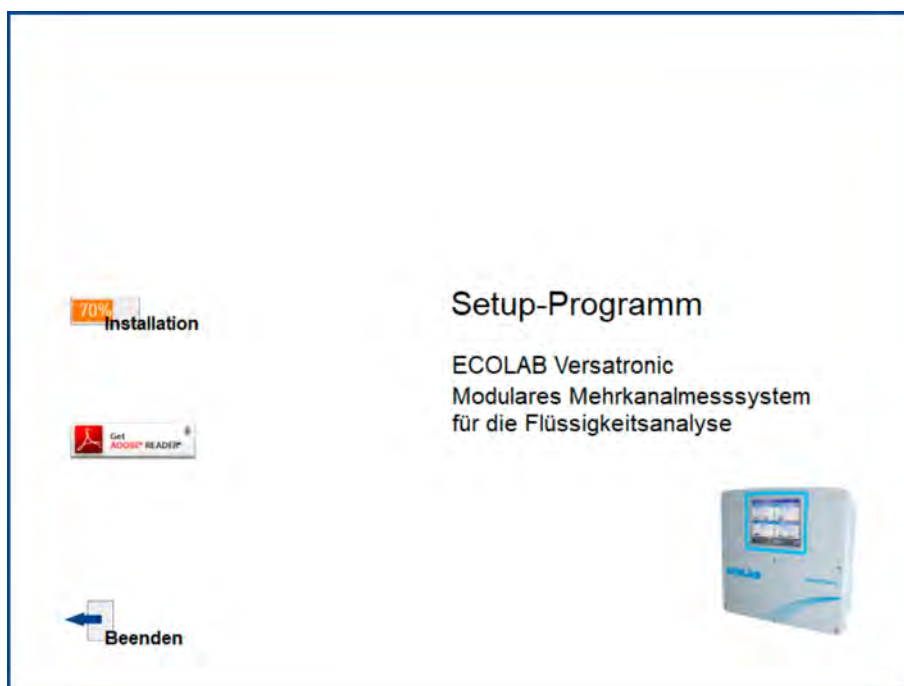

Fig. 100: Programma di configurazione della schermata iniziale
4. ➤ Leggere e confermare il contratto di licenza. Accettare l'accordo è un prerequisito per l'installazione del software. (Vedi Fig. 100 .)